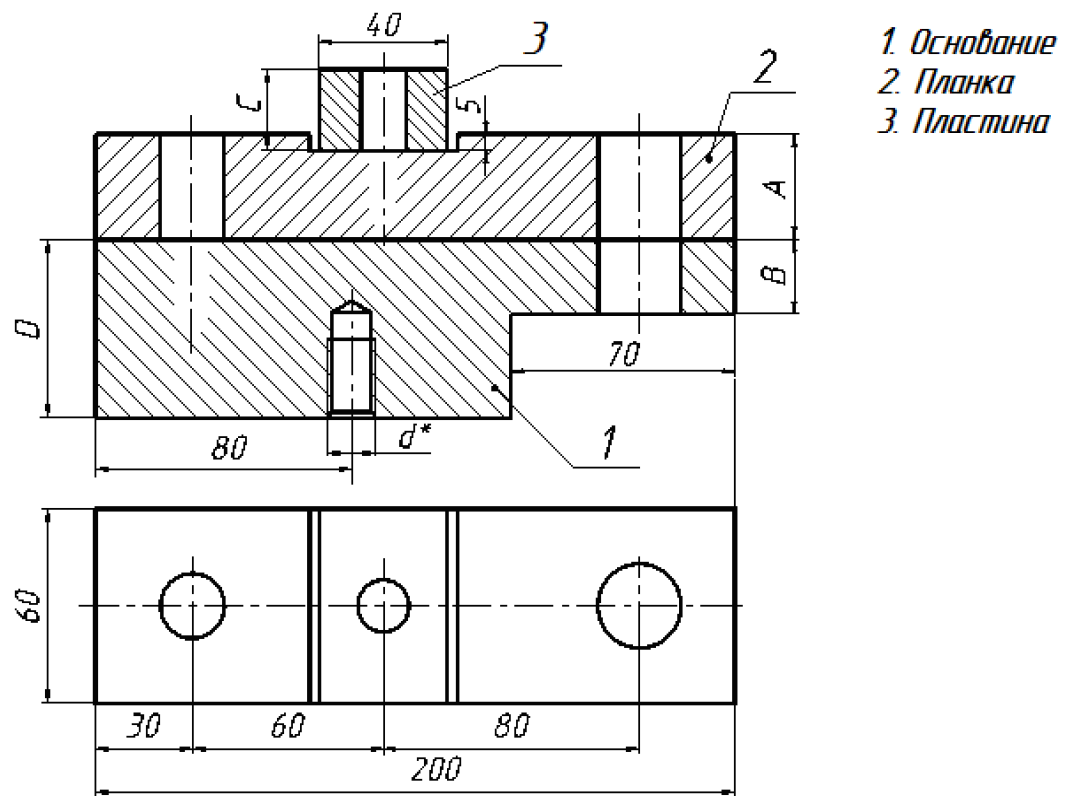

Рис. 3
- чертёж соединяемых деталей (рис. 3), буквенные значения размеров смотреть в табл. 1,
- диаметр резьбы d^* в резьбовом гнезде (см. рис. 3) принять равным номинальному диаметру шпильки.